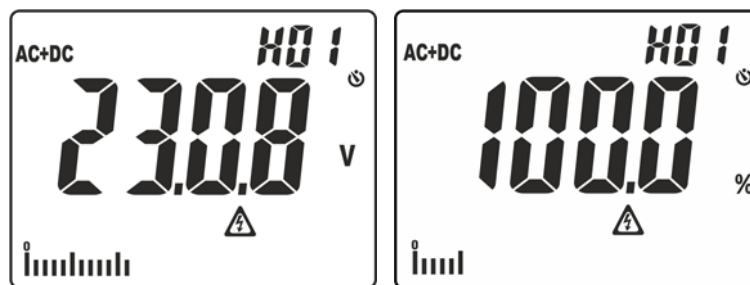

Fig. 3: Affichage des valeurs d'analyse harmonique
- Cliquer une fois sur la touche pour afficher les valeurs des harmoniques de tension et de courant jusqu'à 25^o ordre (**Hdc, H01 à H25**) en format absolu ou pourcentage par rapport aux fondamentaux des signaux en entrée (pour des valeurs de tension VAC >0.5V et courant AC > 0.5A et fréquence comprise entre 42.5Hz à 69Hz) et le pourcentage du paramètre **THD%** (voir § 9.4) comme montré dans Fig. 3. Utiliser les touches \blacktriangle et $\blacktriangledown/\text{Ⓜ}$ pour augmenter/diminuer l'ordre de l'harmonique